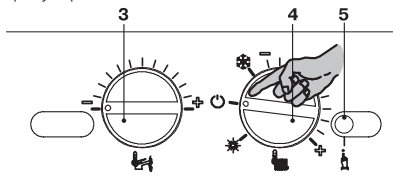

Рисунок 6.5
- Выключите котел, установив переключатель функций 4 в положение  (см. Рисунок 6.5).